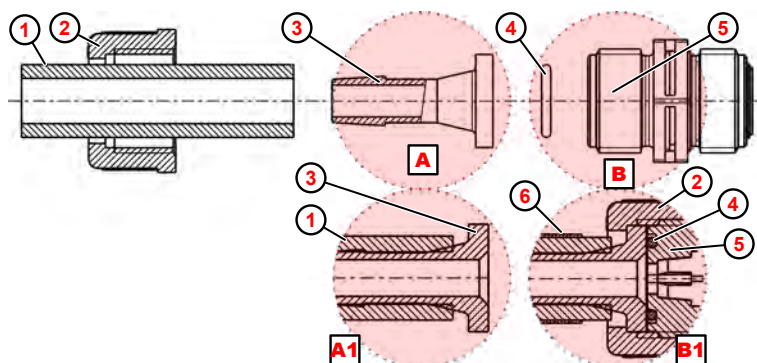

Fig. 19: Collegamento tubi rigidi e tubi flessibili con raccordo filettato di fissaggio e fascetta tubo flessibile
1. ➤ Tagliare il tubo flessibile (Fig. 19 , ①) diritto.
2. ➤ Fare scorrere la fascetta stringitubo ⑥ nel tubo flessibile ①
3. ➤ Fare scorrere il dado per raccordi ② nel tubo flessibile ① .
4. ➤ Fare scorrere il tubo flessibile ① fino al collare di arresto sul raccordo filettato di fissaggio ③ (dettaglio **A1**).
5. ➤ Inserire l'O-Ring ④ nel dado della valvola di aspirazione/di mandata ⑤ .
6. ➤ Serrare il dado per raccordi ② .
7. ➤ Far scorrere la fascetta stringitubo ⑥ nella parte inferiore e serrare (dettaglio **B1**).